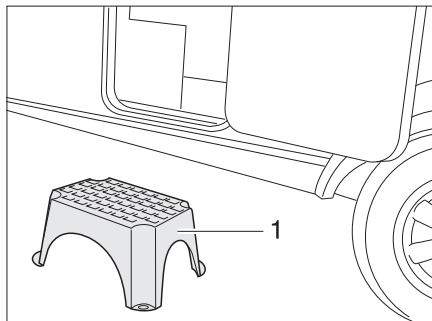

Bild 16 Eintrittstufe (frei stehend)
- Die Eintrittstufe (Bild 16,1) vor den Eingang des Caravans stellen.